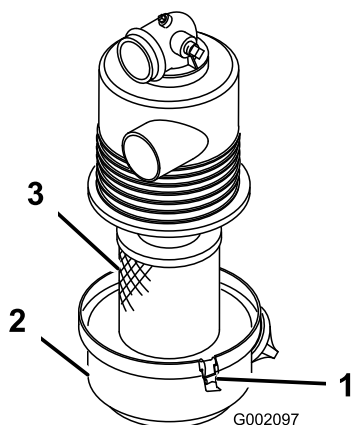

Figura 33
3. Rilasciate i fermi che fissano il coperchio del filtro dell'aria al relativo corpo. Staccate il coperchio dal corpo. Pulite la parte interna del coperchio (Figura 33).
4. Estraete con cautela il filtro dal corpo, in modo da ridurre lo spostamento di polvere (Figura 33), ed evitate di urtare il filtro contro il relativo corpo.